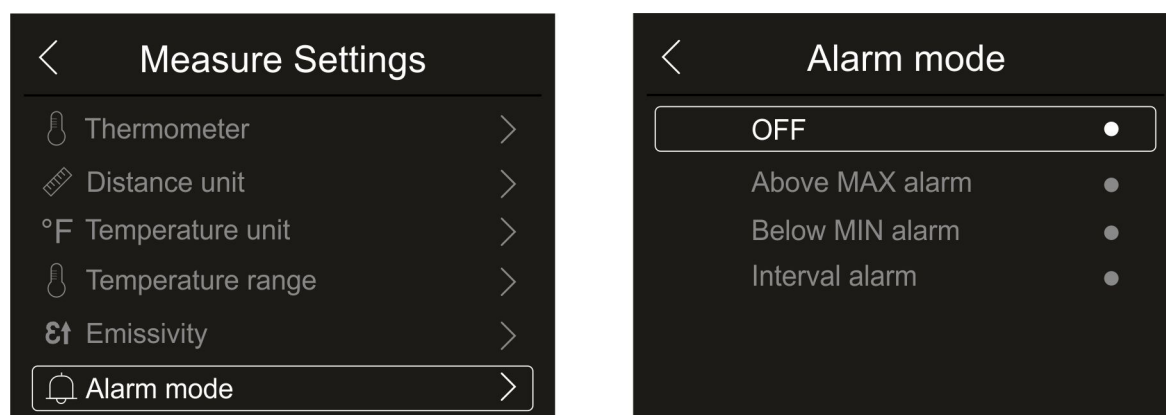

Fig. 28: Menú activación umbrales de alarma sobre la medida
1. Toque el texto “Alarm mode” para realizar la activación de los umbrales de alarma acústico sobre la medida de temperatura asociada a los objetos insertados en la imagen (cursor, puntos, líneas y áreas) asociada a la función “Alarmas” presente en el menú principal (ver el §). Se muestra la Fig. 28 – parte derecha: